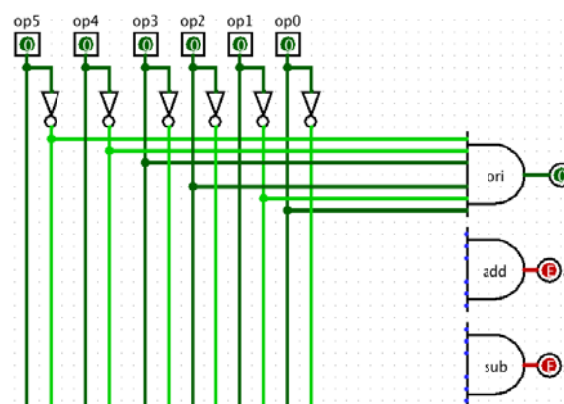
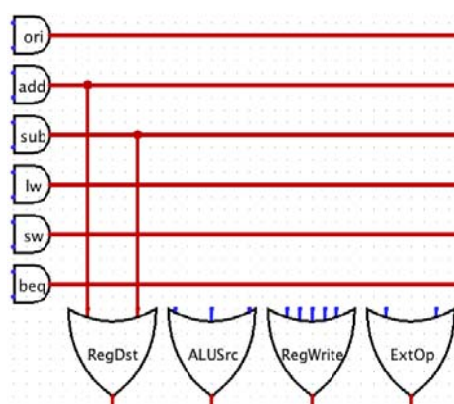

Figure5 与阵列：译码产生指令标识
Figure6 或阵列：产生最终的控制信号
18. 对于 Figure5、Figure6 中的与或阵列来说，1 个 3 输入与门最终转化为 2 个 2 输入与门，1 个 4 输入与门最终转化为 3 个 2 输入与门，依次类推。或阵列也类似计算。那么
a) 请给出采用 Figure5、Figure6 中的方法设计的每个控制信号所对应的 2 输入与门、2 输入或门、非门的数量。